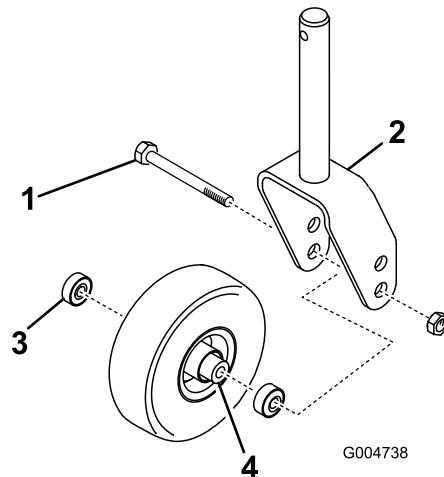

Figura 28
1. Retire a porca de bloqueio do parafuso que fixa o conjunto da roda, no respetivo suporte (Figura 28). Fixe a roda giratória e retire o parafuso da forquilha ou do braço articulado.
2. Retire o rolamento do cubo da roda e deixe cair o espaçador do rolamento para fora (Figura 28). Retire o rolamento do lado oposto ao do cubo da roda.